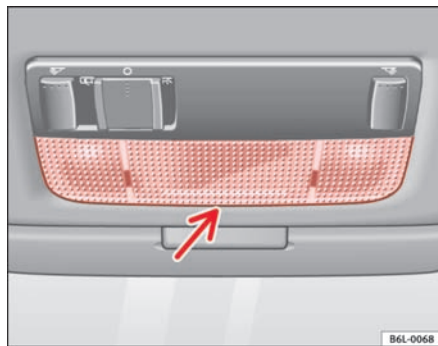

Fig. 162 Læselamper
- Placer en lille skruetrækker mellem huset og glasset ⇒ fig. 162.